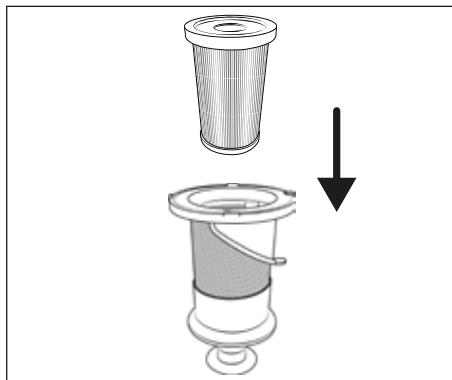

Fig. 22
- 7) Sæt HEPA-filteret ❼ ind i filteret af rustfrit stål ❻ (se fig. 22).